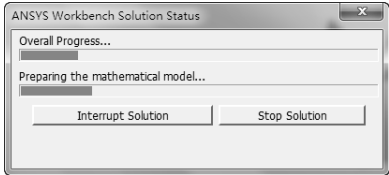

图 9-47 求解进度条
1) 单击工具栏上的【Solve】按钮  Solve ▾，启动求解，系统弹出进度条，表示正在求解。求解完成后进度条自动消失，如图 9-47 所示。